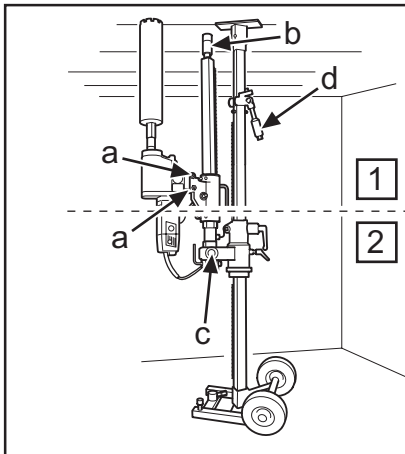

Fig. 16
3. Montera bormaskinen i snabbfästet, skruva åt låsskruvarna (a) (Fig. 16) med 24 mm nyckel.
4. Kontrollera att stämps skruven (b) i borrarpen är i inskruvat läge. Fäll upp och lås borrarpen med mutter 30 mm (c) (Fig. 16).
3. Monter boremaskinen i lynkoblingen, og spænd låseskruerne (a) (Fig. 16) med en 24-mm-nøgle.
4. Kontrollér, at stempelskruen (b) i boresøjlen er skruet ind. Fæld boresøjlen op, og lås den med 30-mm-møtrikken (c) (Fig. 16).
3. Monter bormaskinen i hurtigfestet, skru til låseskruene (a) (Fig. 16) med 24 mm nøkkel.
4. Kontroller at søyleskruen (b) i borsøylen er skrudd inn. Fe opp og lås borsøylen med mutter 30 mm (c) (Fig. 16).
6. Skruva in stämpskruven mot taket för att fixera borrhjulet, säkra med låsmutter 30 mm (b) (Fig.16). Använd en träregel som mellanlägg.
6. Skru stempelskruen mod taget for at fikseres boresøjlen, og sørg for at sikre den med 30-mm-låsemøtrikken (b) (Fig.16). Brug et stykke træ som mellemlæg.
6. Skru inn søyleskruen mot taket for å fikseres borsøylen, sikre med låsemutter 30 mm (b) (Fig.16). Bruk en treplanke som mellomlegg.